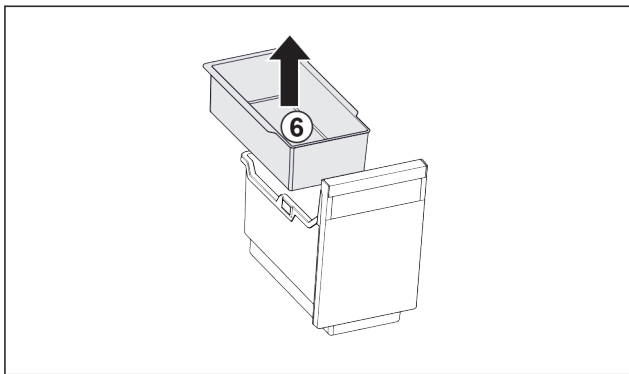

Fig. 140
- ▶ Vegye ki a beasztható tálcát Fig. 140 (6).